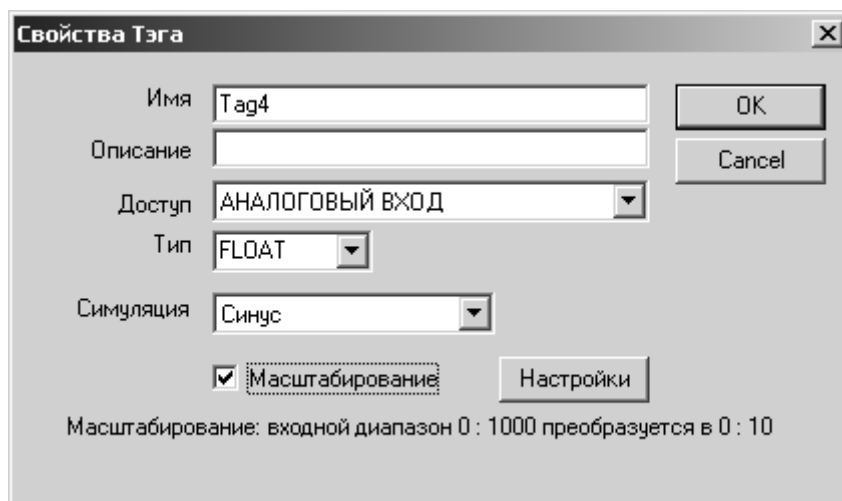

Рисунок 4.50 - Включение масштабирования
- б) в диалоге изменения свойств нужно включить флажок «Масштабирования» и затем нажать кнопку **«Настройки»** (Рисунок 4.50);